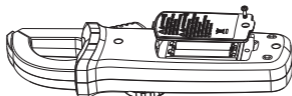

Figura 6
2. Sustitución de las baterías (Figura 6)